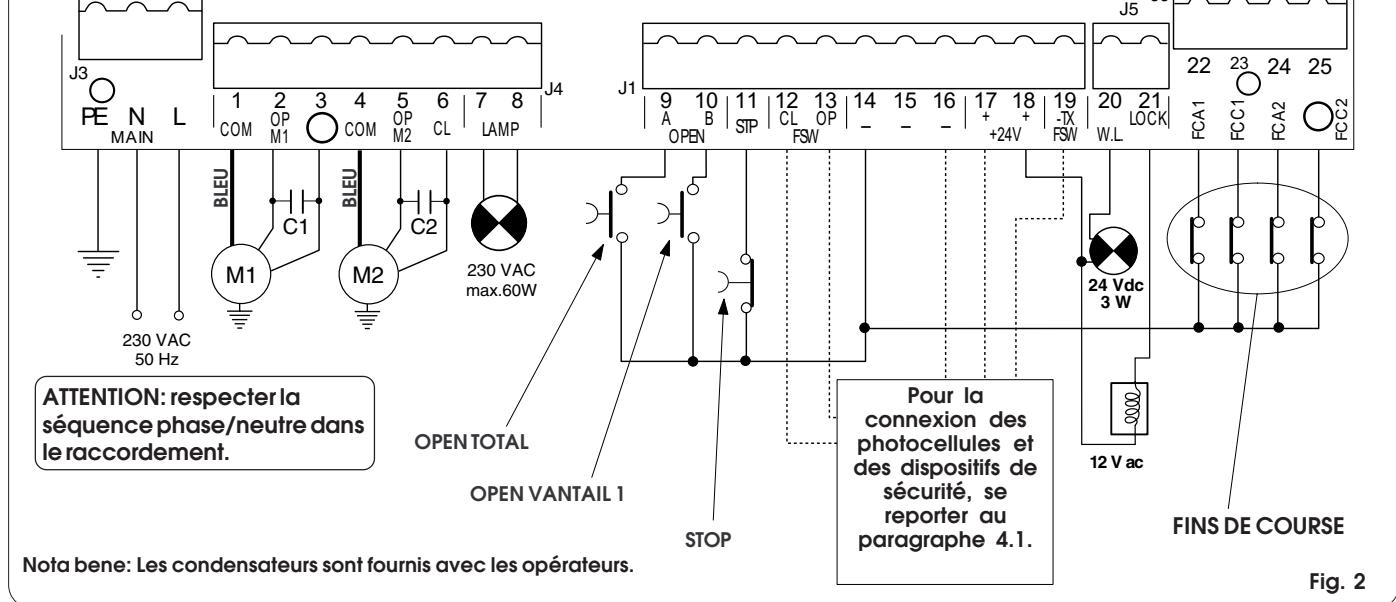

Fig. 2
- Connecter la terre à la borne spécifique prévue sur le connecteur J3 de la platine (voir fig.2).
**4.2. Bornier J3 - Alimentation (fig. 2)**
**4.3. Bornier J4 - Moteurs et feu clignotant (fig. 2)**
**4.4. Bornier J1 - Accessoires (fig. 2)**
#### 4.5. Bornier J5 - Lampe-Témoin et Electroserrure (fig. 2)
#### 4.7. Bornier J6- Fins de course et/ou encodeur(fig. 2)